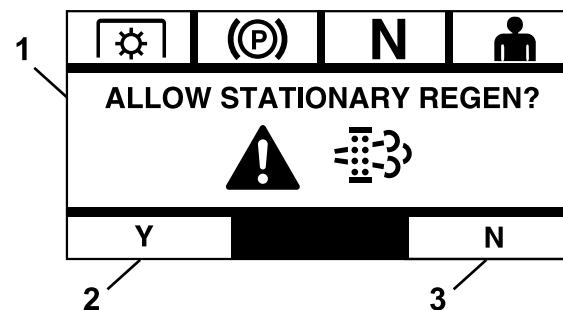

Figura 13
- Si se selecciona "Sí", el módulo indicará al operador que inicie el proceso de regeneración (ver Figura 13).